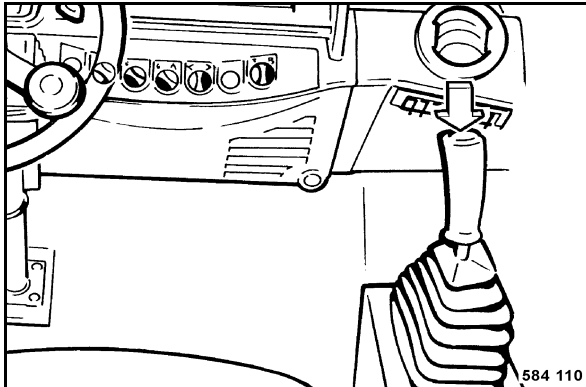

fig. 66
- Appuyer sur la touche vibration (fig. 66), dans le levier de commande de marche, pendant le déplacement.
- Appuyer une nouvelle fois sur le bouton-poussoir (fig. 66) de la vibration.